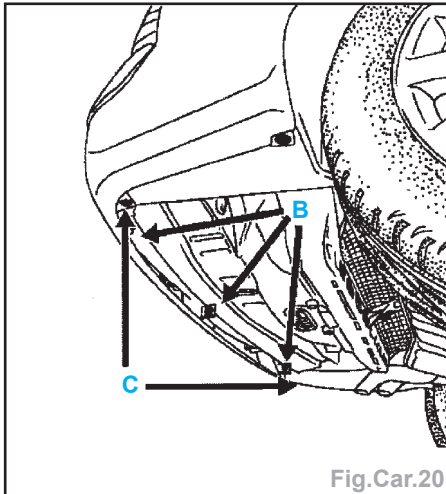

Fig.Car.20
- les trois agrafes inférieures (B) et les vis (C) (Fig.Car.20),